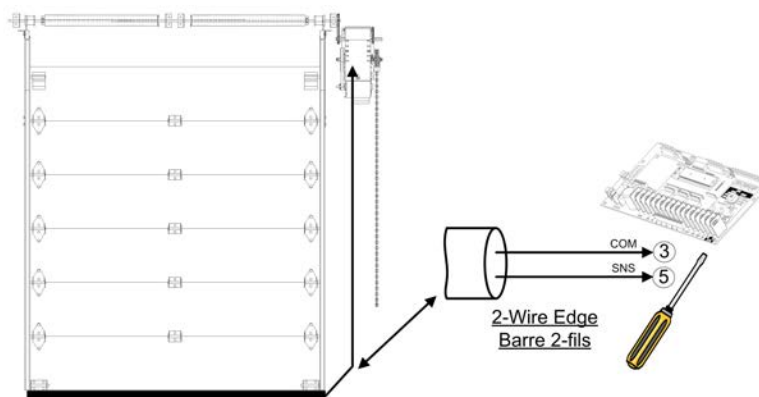

Figura 30 - Sensor de Detección Eléctrico
3. Utilice un cable en espiral o carrete de recogida para conectar los cables del sensor de inversión a los terminales del operador. Instalación de cables eléctricos de acuerdo a la Figura 30.